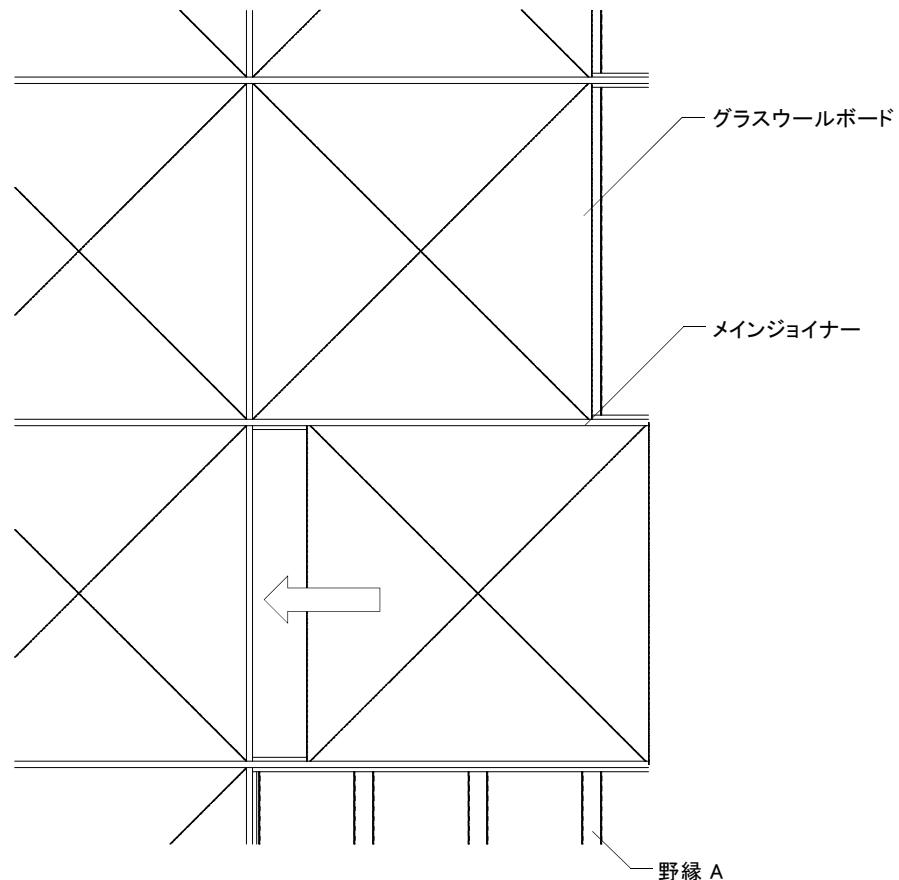

図 2-5-1 ガラスウールボードの取付け①
①ガラスウールボードをメインジョイナーに挿し込む。(図 2-5-1 参照)